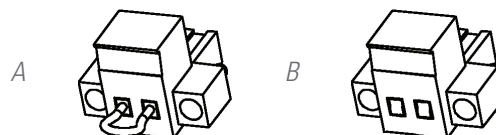

Fig. 9. Conector para o EPO externo.
- Por defeito, o equipamento é enviado de fábrica com o tipo de circuito de EPO fechado (NC). Ou seja, que o UPS realiza o corte de abastecimento elétrico de saída, paragem de emergência, ao abrir o circuito:
- ❑ Também ao retirar o conector fêmea da base onde estiver inserido. Este conector está ligado a um cabo como derivação que fecha o circuito (ver Fig. 9 A).
- ❑ Ou ao acionar o botão externo ao equipamento e pertencente ao utilizador e instalado entre os terminais do conector (ver Fig. 9 B). A ligação ao interruptor deve ser realizada no contacto normalmente fechado (NC), pelo que abrirá o circuito ao ser acionado.